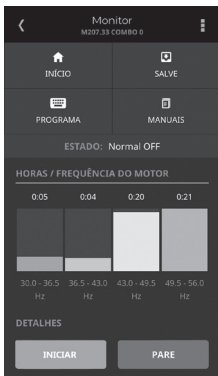

Figura 14 - Tela menu MONITOR
14. Após o procedimento anterior, o aplicativo retornará ao menu **MONITOR**. Para acionar o sistema, pressione a tecla **INICIAR**, conforme Figura 14.